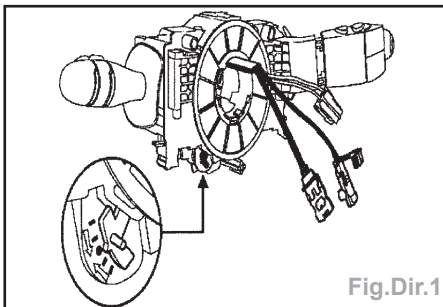
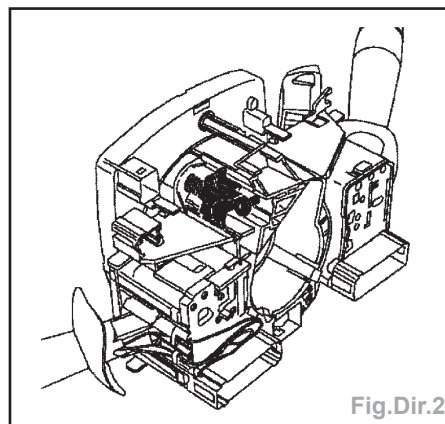

Fig.Dir.1
Fig.Dir.2
- la vis de fixation de l'ensemble des contacteurs. Celle-ci est accessible par le centrage du capteur d'airbag au point milieu (Fig.Dir.1) et (Fig.Dir.2).
- Contrôler que le repère «0» du contacteur tournant soit en face de l'index (Fig.Dir.1).